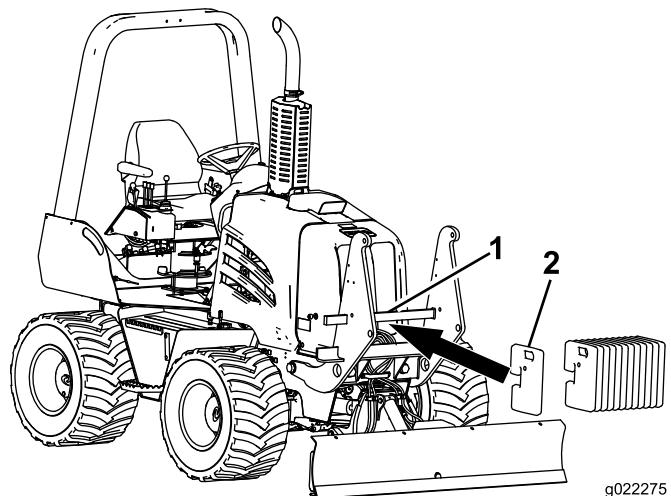

Figura 3
1. Utilice un equipo de izado para levantar e instalar uno o más contrapesos en el bastidor de montaje; consulte Figura 3.